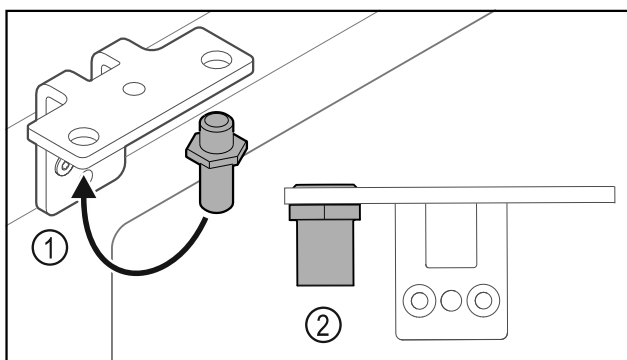

Fig. 20
- Bolzen Fig. 20 (1) im Scharnierwinkel umsetzen.
- Bolzen Fig. 20 (2) mit **Drehmoment von 12 Nm** anziehen.